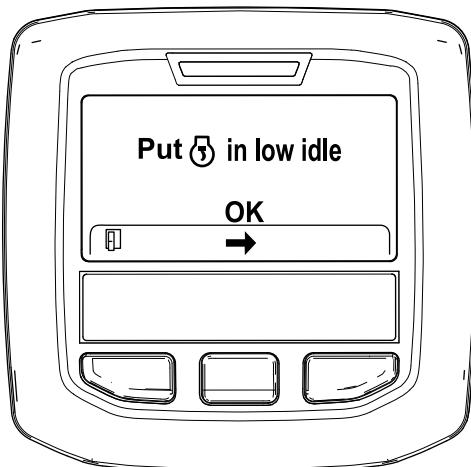

Figura 52
6. Mova o controlo da aceleração para RALENTI BAIXO e prima o botão central (Figura 52).